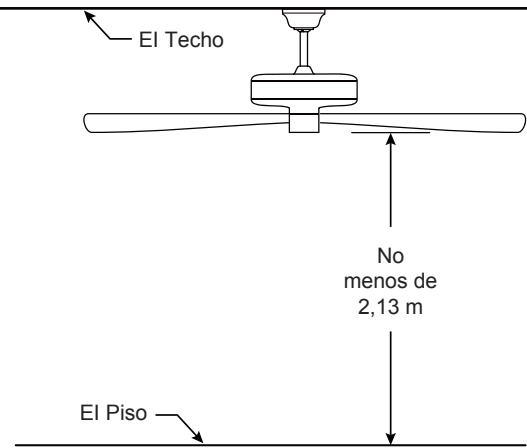

Figura 2
Uso de perfil profundo (Figura 2)
2. Retire el clip de horquilla y pasador de horquilla de la parte inferior de la bola para colgar. Retener el pasador y clip para la reinstalación en el paso 4. (Figura 2)
- 2. Instale la unidad de carcasa en el soporte utilizando las dos ranuras principales de conexión. Vuelva a colocar el tornillo retirado previamente y asegure los tres tornillos. (Figura 2)
Debe colgar el ventilador a una distancia mínima de 2,13 m desde las aspas hasta el piso. (Figura 2)
Para evitar una posible descarga eléctrica, asegúrese de cortar la alimentación eléctrica de la caja de fusibles principal antes de alambrado el ventilador. (Figura 2)
2. Coloque y ajuste firmemente la cubierta para el tornillo de la base sobre los tornillos de reborde de la abrazadera para colgar mediante el mecanismo de seguro por giro del chavetero. (Figura 2)
- 2.** Restaure la fuente de alimentación de la toma de corriente enciendo la electricidad del fusible principal. (Figura 2)